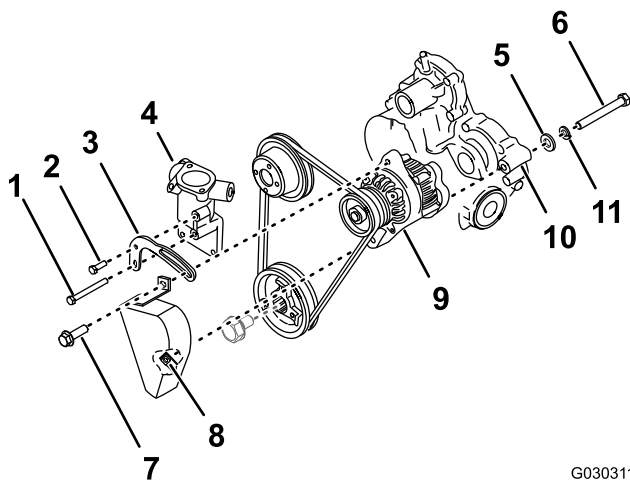

Figura 242
3. Rimuovete il bullone di bloccaggio dell'alternatore dall'alternatore e dalla staffa tendicinghia (Figura 242).
4. Rimuovete il bullone della staffa tendicinghia corta dall'alloggiamento del termostato e dalla staffa tendicinghia (Figura 242).
5. Rimuovete il bullone della staffa tendicinghia lunga dalla testa del cilindro, dall'alloggiamento del termostato e dalla staffa tendicinghia e rimuovete la staffa tendicinghia dalla macchina (Figura 242).
6. Nella parte posteriore dell'alternatore, allentate completamente il bullone di rotazione e rimuovete il copricinghia dalla macchina (Figura 242).
7. Supportando l'alternatore, rimuovete il bullone di rotazione, la rondella di bloccaggio e la rondella piana dall'alternatore e dalla scatola degli ingranaggi del motore (Figura 242).